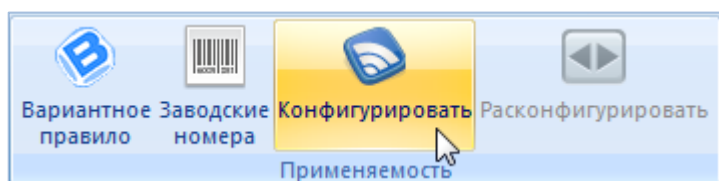

Рис. 13-97 – Запуск окна «Выбор конфигурации»
- 1) Нажать кнопку «Конфигурировать» панели «Применяемость» в рабочем окне «Логистическая структура» (рис. 13-97).